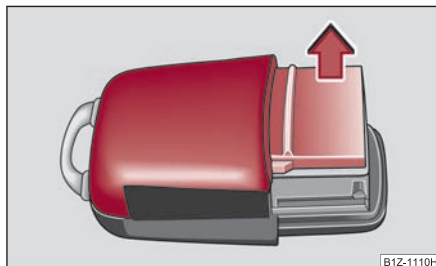

Fig. 39 Capacul carcasei emițătorului
- Scoateți capacul carcasei emițătorului ⇒ fig. 39 în sensul săgeții.